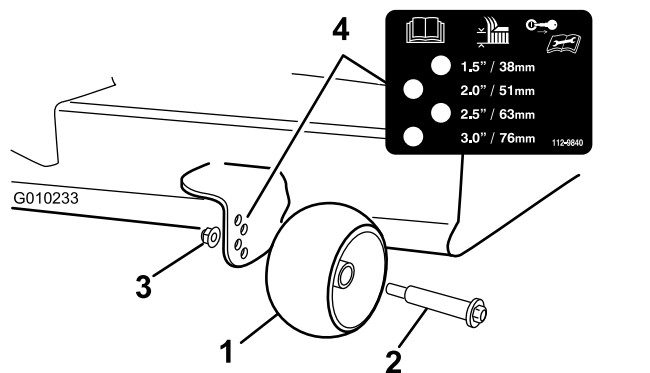

Figura 24
3. Ajuste los rodillos protectores del césped según se muestra en Figura 24 a la posición de altura de corte más próxima.